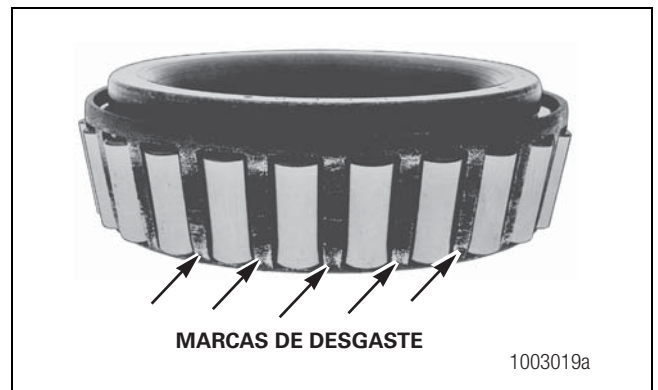

Figura 4.4
- Hay marcas brillantes de desgaste en la superficie exterior de la jaula del rodillo. Figura 4.4.